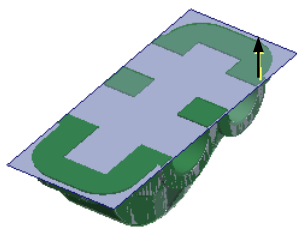
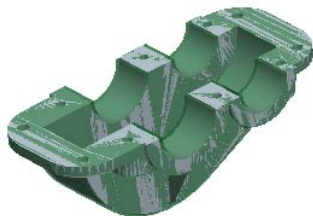

图 10.2.22 切减方向
图 10.2.23 材料切减后的工件
Step3. 此时系统弹出“实体化”操控板, 在系统 **选择实体中要添加或移除材料的面组或曲面** 提示下, 选取前面创建的拉伸曲面 2, 单击  按钮调整切减材料的侧面方向, 如图 10.2.22 所示。然后单击操控板中的  按钮, 完成材料切减如图 10.2.23 所示。